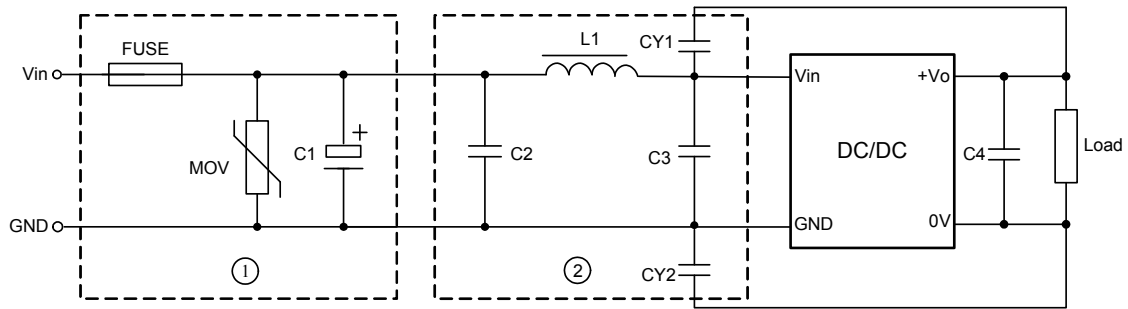

图 2 EMC 推荐应用电路
传导骚扰	CISPR22/EN55022, CLASS B(应用电路图 2-②)
脉冲群抗扰度	IEC/EN 61000-4-4 ±2KV(应用电路图 2-①)
浪涌抗扰度	IEC/EN 61000-4-5 ±2KV(应用电路图 2-①)